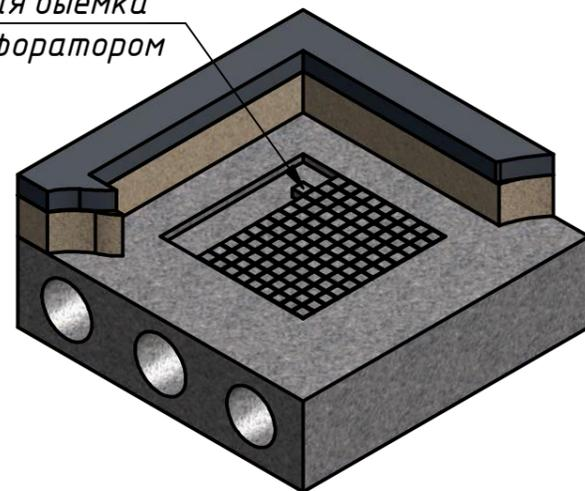

Рис. 29
4.6.4.3. Малым перфоратором выполняется выемка получившихся сегментов до полного удаления слоя (рис. 29).